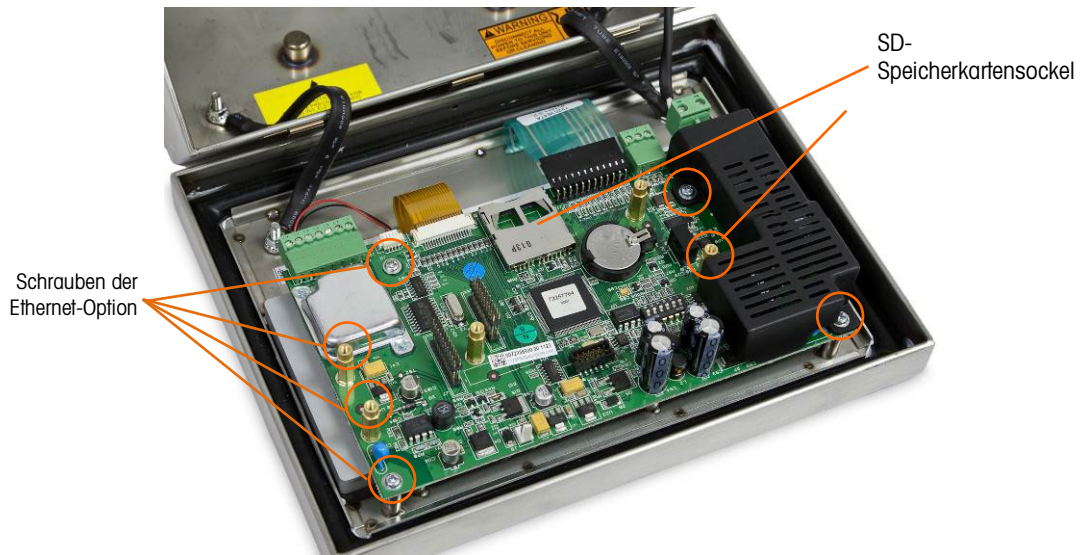

Abbildung 5-19: Montageschrauben für Hauptplatine
- Schrauben Sie die vier Schrauben, mit denen die Hauptplatine am Gehäuse befestigt ist, ab. Die entsprechenden Positionen sind in Abbildung 5-19 durch Kreise markiert. Falls die Ethernet-Option installiert war, wird eine der Schrauben durch ein Sechskant-Abstandsstück ersetzt. Verwenden Sie einen 6-mm-Steckschlüssel oder einen Flachkopfschraubendreher, um das Sechskant-Abstandsstück von der angegebenen Position zu entfernen.
Ersatzhauptplatine auf. Die Position des SD-Speicherkartesteckplatzes entnehmen Sie Abbildung 5-14 oder Abbildung 5-19.
2. Positionieren Sie die Hauptplatine über den vier Schraubenlöchern im Terminal-Gehäuse, die in Abbildung 5-19 dargestellt sind.
3. Befestigen Sie sie mit den vier Schrauben. Hinweis: Falls die Ethernet-Option verwendet werden soll, muss eine der Schrauben durch ein Sechskant-Abstandsstück ersetzt werden. Die Position des Sechskant-Abstandsstücks entnehmen Sie Abbildung 5-19.